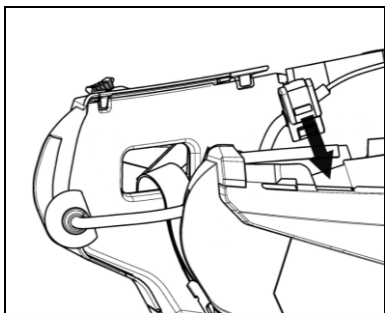

Fig. 8
- Stop de kabel in de helm, en klik de rechter clip vast in de daarvoor bestemde zitting (Fig. 8).